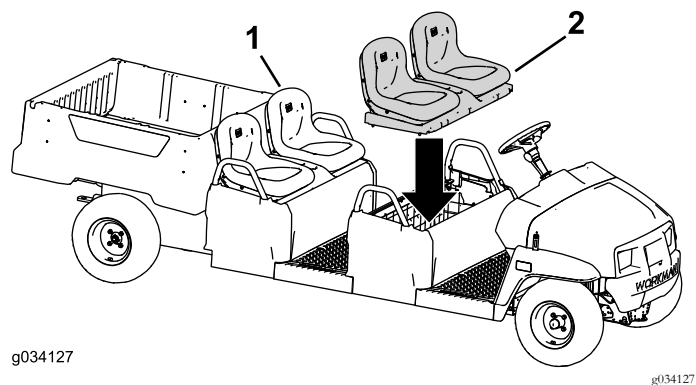

图100
2. 将原始座椅组件安装到后排座椅上 图100。
3. 将座椅组件安装到前排座椅上 图100。